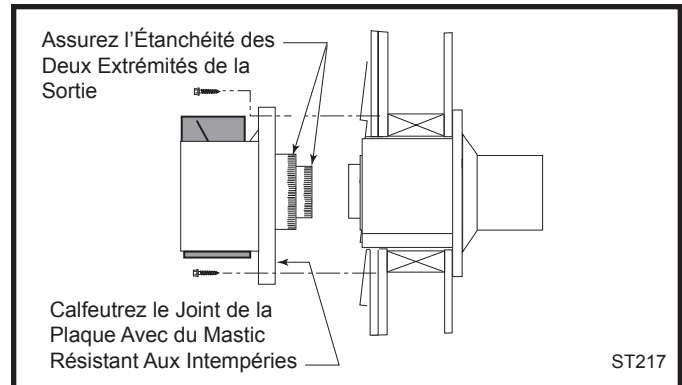

Fig. 29 Installez la sortie de ventilation.
- 10. Composants de ventilation Vermont Castings Group et DuraVent:** Installez la sortie de ventilation. (Fig. 29) Appliquez du mastic haute température à 25 mm (1 po) des extrémités des colliers intérieur et extérieur. Insérez les colliers de la sortie de ventilation intérieure et extérieure dans les conduits adjacents. Assurez-vous encore une fois que les conduits de ventilation chevauchent les colliers sur une longueur de 51 mm (2 po).